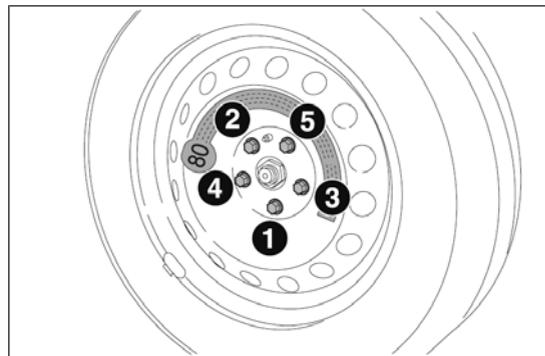

fig. 156
- en utilisant la clé A, visser à fond les vis, en passant alternativement d'une vis à celle diamétralement opposée, en suivant l'ordre numérique illustré en fig. 156 ;